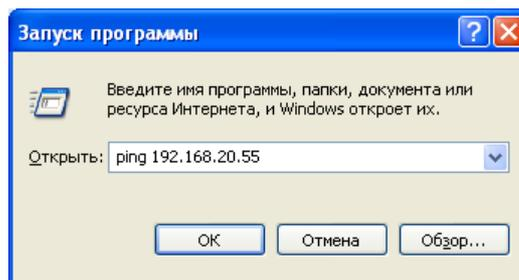
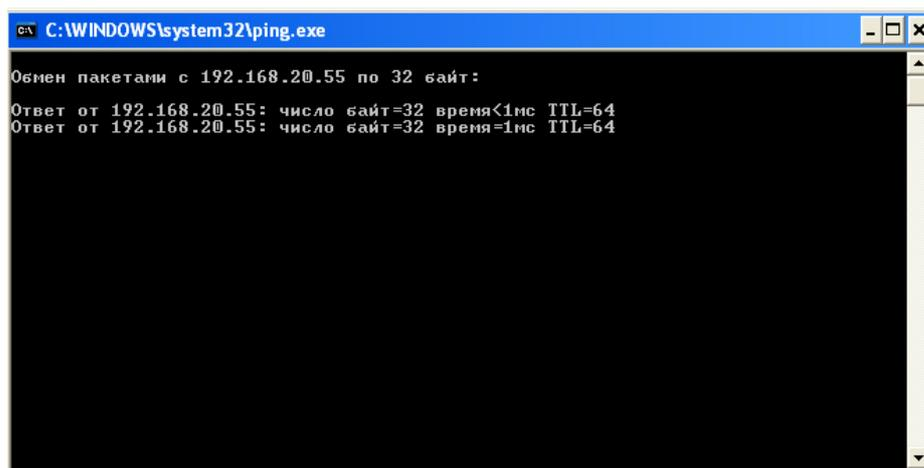

Рисунок 20
Рисунок 21
- 4) Выберите пункт меню "Пуск/Выполнить", выполните команду *ping адрес_контроллера* (например, ping 192.168.20.55) и убедитесь в наличии ответа на команду (см. Рисунок 20 - Рисунок 21).